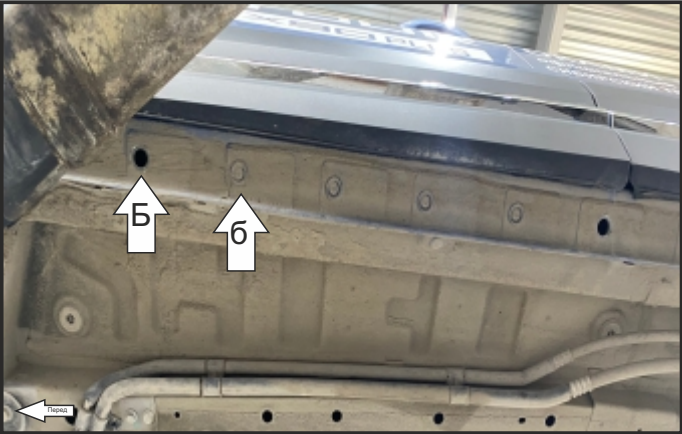
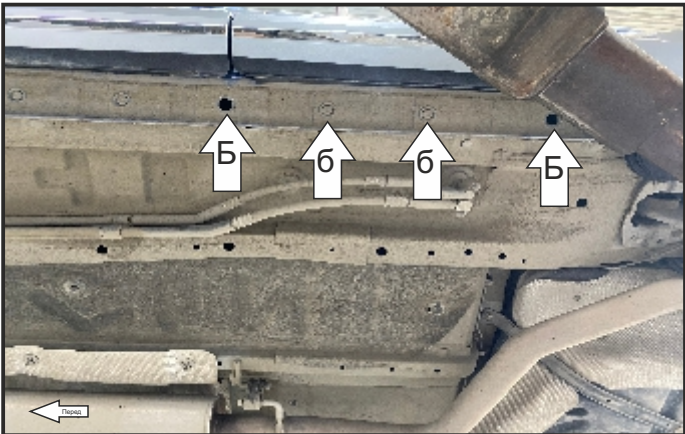

Рис. 4
Рис. 5
2. Установить закладные с проволокой через отв. (б) в отв. (Б).(Рис. 4. Рис.5).